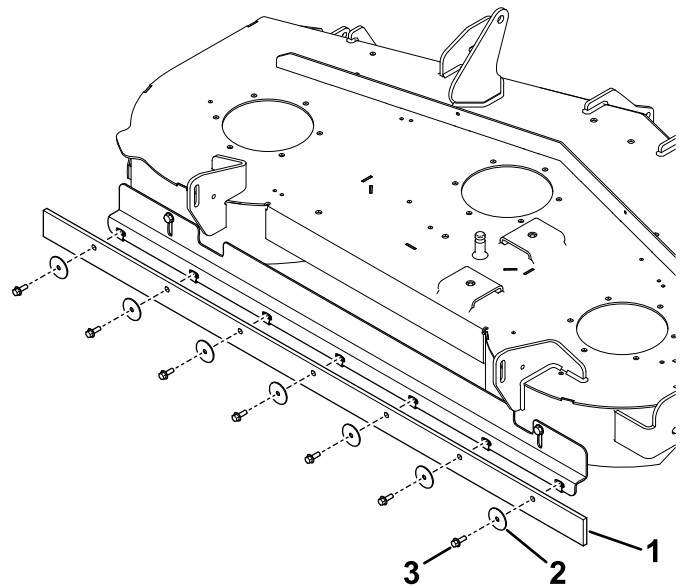

**Figura 4**
6. Coloque la rasqueta con el borde de goma hacia adelante y la sección que está reforzada con fibra hacia atrás (Figura 4).